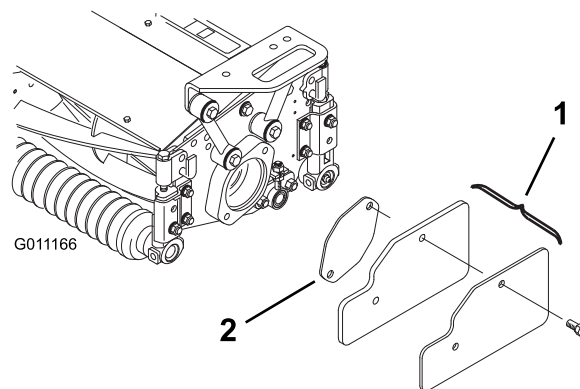

Figura 20
2. Rimuovete le zavorre e la guarnizione (Figura 20) dall'estremità interna dell'unità di taglio destra.